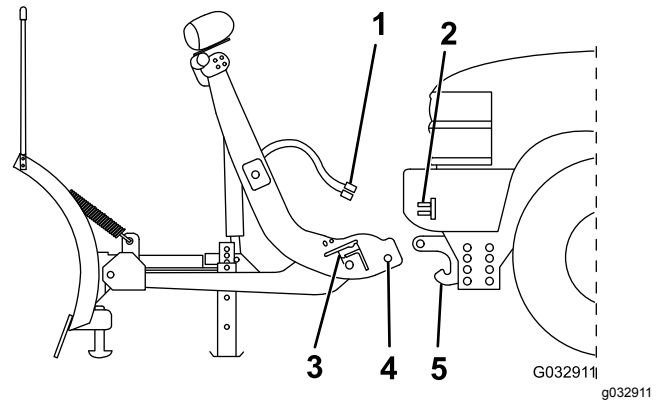

Figura 33
2. Alinee el vehículo con el quitanieves, y conduzca lentamente hacia adelante hasta que el pasador inferior entre en contacto con el receptor del pasador de la viga de empuje (Figura 33).
4. Retire las cubiertas antipolvo del conector eléctrico y conecte el arnés de cables del quitanieves al arnés de cables del vehículo (Figura 33).